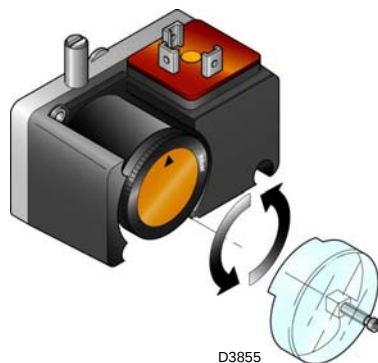

Fig. 42
- Regolare il pressostato gas di minima (Fig. 42) a inizio scala.
Eseguire la regolazione del pressostato gas di minima dopo aver effettuato tutte le altre regolazioni del bruciatore con il pressostato regolato a inizio scala (Fig. 42).